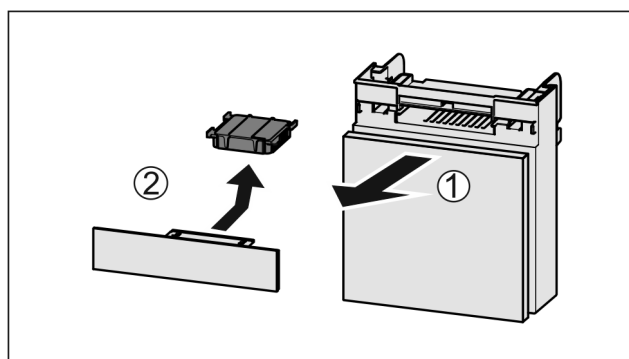

Fig. 111
- Extraire le compartiment par l'avant Fig. 111 (1).
- Sortir le filtre à charbon actif Fig. 111 (2).